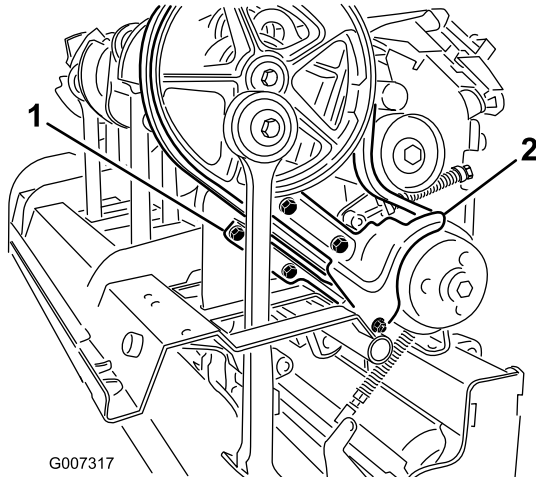

Figura 32
3. Retire las sujeciones que aseguran la cubierta de protección y la cubierta inferior de la correa (Figura 32) Retire la cubierta de protección y la cubierta inferior de la correa.